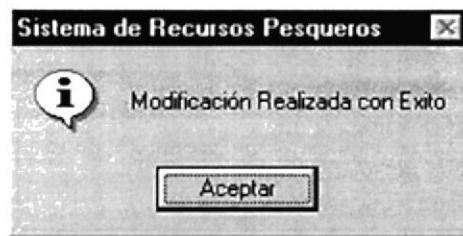

Figura 9.59 Mensaje de Modificación
4. Si se ha realizado una modificación se mostrará la siguiente pantalla (ver figura 9.59).